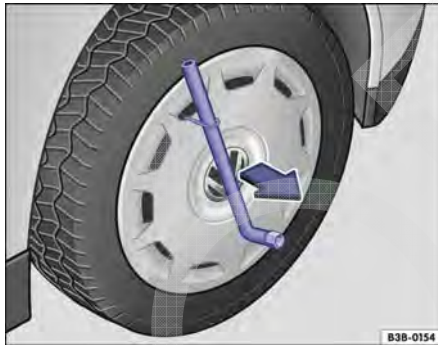

Fig. 244 Retirar a calota integral.
- Passar a chave de roda pelo gancho → Fig. 244 e puxar a calota para fora no sentido da seta.